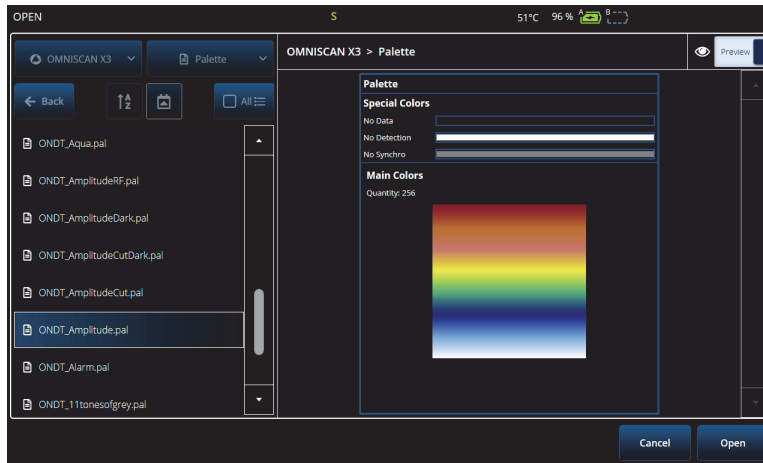

Figura 2-60 Selector de paleta de colores
- ◆ Pulse y mantenga presionada la paleta de colores de la regla/escala (se muestra en el lado derecho de la Figura 2-57 en la página 113); después, seleccione **Cargar**. Revise las paletas de colores disponibles y toque **Abierto** para cambiar la paleta (ver Figura 2-60 en la página 117).